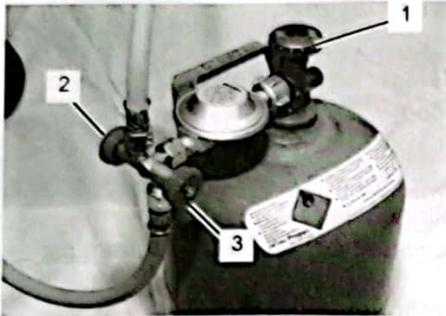

Abb. 36
3. Drehen Sie das Ventil (Abb. 36/1) des Flüssiggas-Behälters auf.
4. Drehen Sie die Ventile (Abb. 36/2 und 3) am Gasverteiler auf.
6. Drehen Sie das Ventil (Abb. 36/1) des Flüssiggas-Behälters zu.